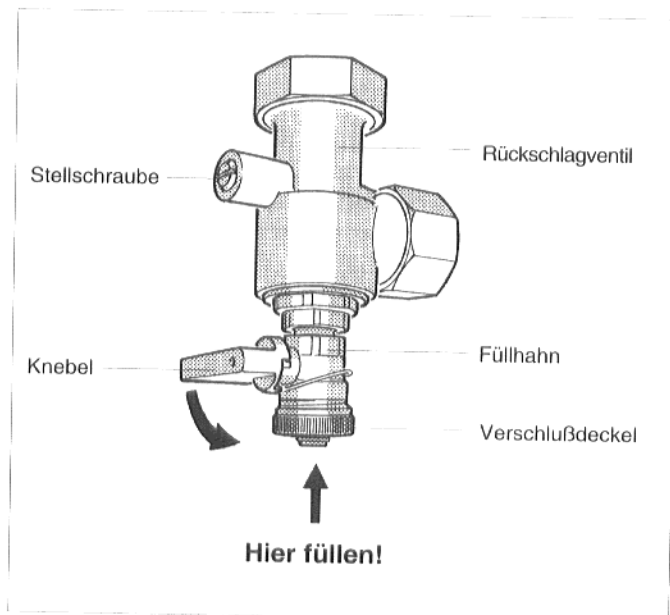

Abb. 11: Rückschlagventil mit Füllhahn
- Schraubenschlitz der Stellschraube des Rückschlagventils in senkrechte Stellung (immer geöffnet) bringen (Abb. 11).
- Verschußdeckel des Füllhahns abschrauben, Füllschlauch aufschrauben und Knebel des Füllhahns in senkrechte Stellung bringen (Öffnen) (Abb. 11).
- Anlage am Füllhahn **ca. 1/2 Minute lang** langsam füllen (Abb. 11).
- **Schraubenschlitz der Stellschraube des Rückschlagventils in waagerechte Stellung (Betriebszustand) bringen (Abb. 11).**
- Anlage am Füllhahn weiterfüllen (Abb. 11).